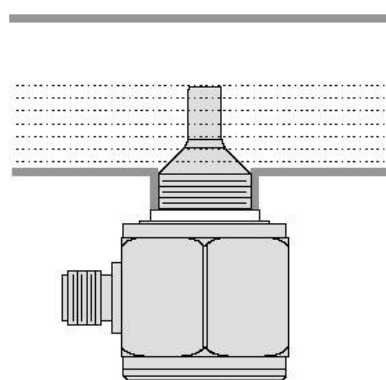

Figura 2:
- 3) Quando o fluido não preencher totalmente a tubulação, a chave SP-150 deve ser instalada na parte inferior com a sonda totalmente imersa (Figura 2).